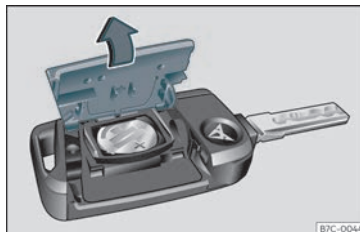

Fig. 72 Chave do vehículo: apertura da tapa do compartimento para a pila.
- Retire a tapa na parte traseira da chave do vehículo >>> **fig. 72** na dirección da frecha >>> ①.
- Coloque a tapa como se amosa >>> **fig. 72** e prema nela na carcasa da chave do vehículo